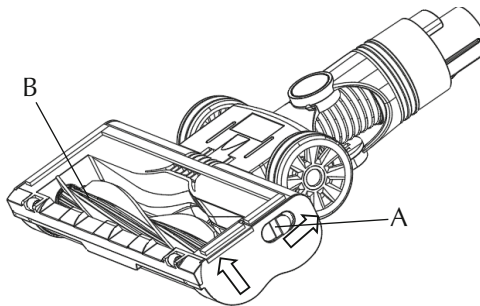

Abb. 9
- 1) Auf der Seite der Bodenbürste (13) befindet sich eine Bürstenverriegelungstaste (A). Schieben Sie die Taste nach oben und die Walzenbürste (B) springt heraus (siehe Abb. 9). Entnehmen Sie die Walzenbürste (B) zur Reinigung. Beseitigen Sie sämtlichen Schmutz (Haare und sonstige Fasern), der sich um die Rolle gewickelt hat.
- 3) Setzen Sie die Walzenbürste (B) wieder in die Bodenbürste (13) ein.